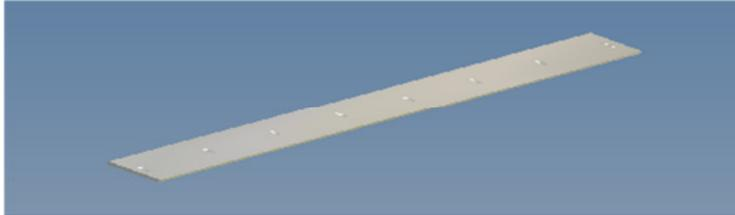

Bild 13 Schablone f. Stoß Trapezblech
- 3.2.4 Senkrechte Stöße der Wandbleche mittels der beigestellten Bohrschrauben miteinander verbinden. Die mitgelieferte Schablone (Bild 13) kann zum Anreissen verwendet werden, um das geplante Bohrschema herzustellen.